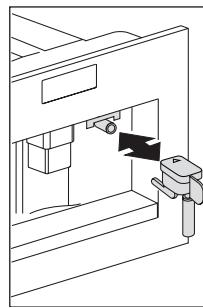

Рис. 13
- Чтобы снова использовать прибор, установите краник выдачи горячей воды (рис. 13), если он не установлен, и нажмите значок X (B9). На дисплее появилась сообщение HOT WATER PRESS OK (КИПЯТОК. НАЖМИТЕ OK). Нажмите и удерживайте значок X (B9) в течение нескольких секунд, активируйте непрерывную выдачу горячей воды из кранника в течение 30 секунд. Когда выдача воды закончится, на дисплее снова появится индикация базовых режимов.